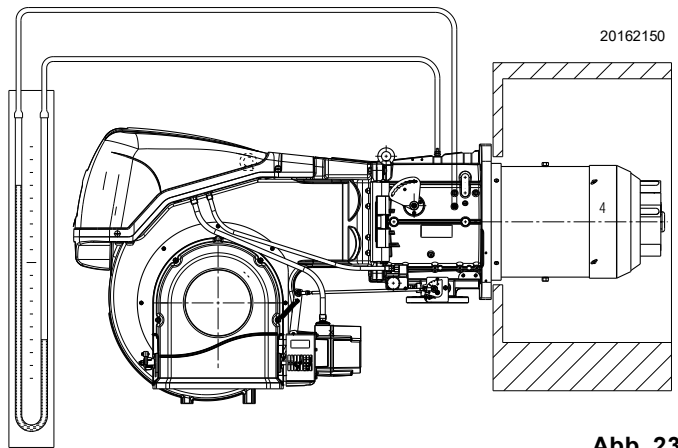

Abb. 23
- Ein U-Rohr-Manometer oder einen Differenzdruckmesser (Abb. 23) mit Anschluss (+) am Gasdruck der Muffe und (-) in der Brennkammer montieren. Hiermit wird die ungefähre MAX.-Leistung des Brenners anhand der Tab. J ermittelt.
Das U-Rohr-Manometer (Abb. 23) zeigt den Gaseintritt an der Muffe an.
Ein Richtwert kann der Tab. J auf Seite 20 entnommen werden. Es genügt, den Gasdruck auf dem U-Rohr-Manometer abzulesen, siehe Abb. 23 auf Seite 22 und den Anweisungen zu folgen.